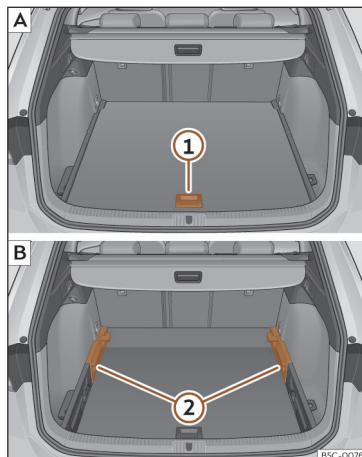

Fig. 187 Piso variável da bagageira: [A] posição alta; [B] posição baixa.
- Para passar da posição baixa para a alta, levante o piso pela pega >>> Fig. 187 (1), puxe-o para trás até que a parte dianteira do piso baixe totalmente os suportes (2).
- Desloque o piso sobre estes para a frente até que chegue ao limite no encosto dos bancos traseiros e, de seguida, baixe o piso com a peça (1).
- Para passar da posição alta para a baixa, levante o piso pela pega >>> Fig. 187 (1), puxe-o para trás até que a parte dianteira do piso baixe totalmente os suportes (2).
- Deixe cair a parte anterior contra o piso e empurre o piso para a frente até que atinja o limite no encosto dos bancos traseiros, baixando ao mesmo tempo o piso com a pega (1).
- Com o piso variável na posição alta, levante pela pega >>> **Fig. 187** ①, puxe-o e empurre para o encosto dos bancos traseiros até que o piso dobre pela linha da dobradiça e a parte móvel do piso assente sobre o mesmo.